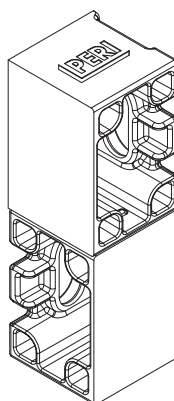

Fig. B5.09b
- Angles extérieurs, (fig. B5.09b)